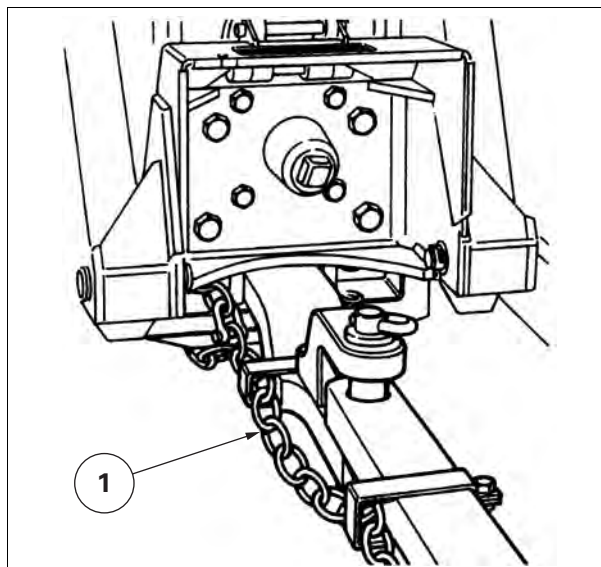

Рис. 9.
- Все прицепные устройства должны быть соединены с трактором предохранительной цепью (1). *рис. 9*